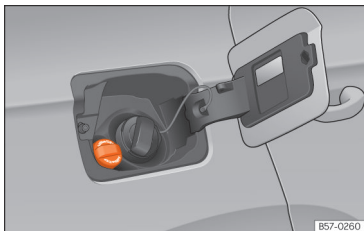

Abb. 184 Verschlussdeckel des AdBlue-Tanks
- Öffnen Sie die Tankklappe »» Abb. 184.
- Verschlussdeckel SCR-Einfüllstutzen nach links drehen »» Abb. 184.